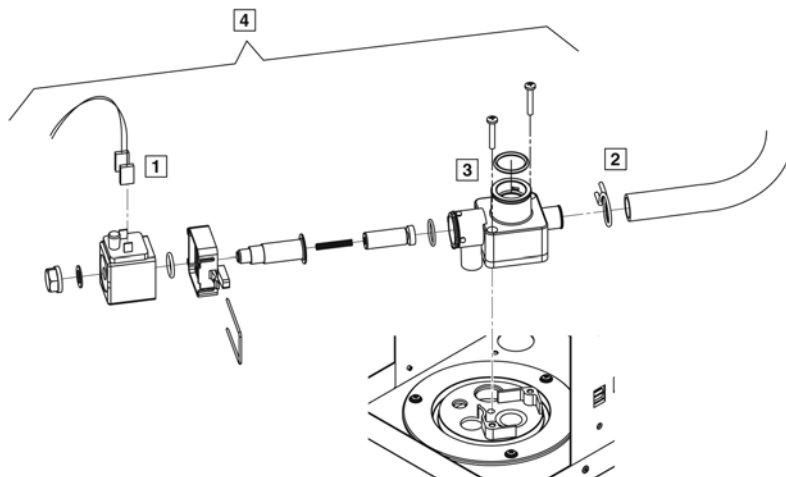

Abb. 12: Ausbau des Ablassventils
- Elektrokabel des Ablassventils abziehen (Abb. 12, Pos. 1).
- Schlauchklemme lösen und Füllschlauch des Ablassventils abziehen (Abb. 12, Pos. 2).
- Zwei Befestigungsschrauben mit Kreuzschraubendreher lösen und Ablassventil ausbauen (Abb. 12, Pos. 3).